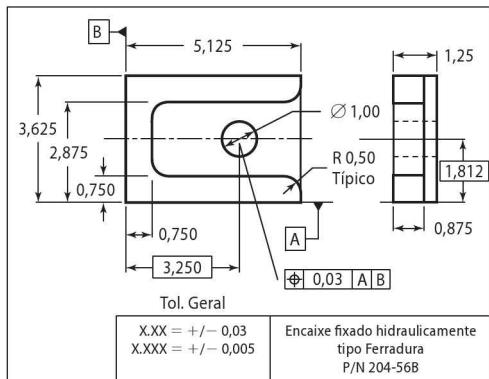

Figura 4-41 Questões 14 a 17.
14. Veja a Figura 4-41, um encaixe tipo Ferradura 204-56B. A configuração é feita de acordo com o esboço do documento (Fig. 4-42) do tarugo do encaixe.